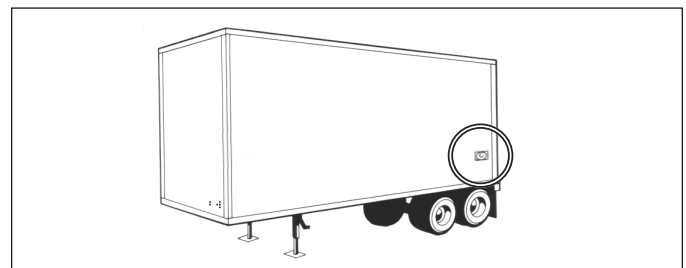
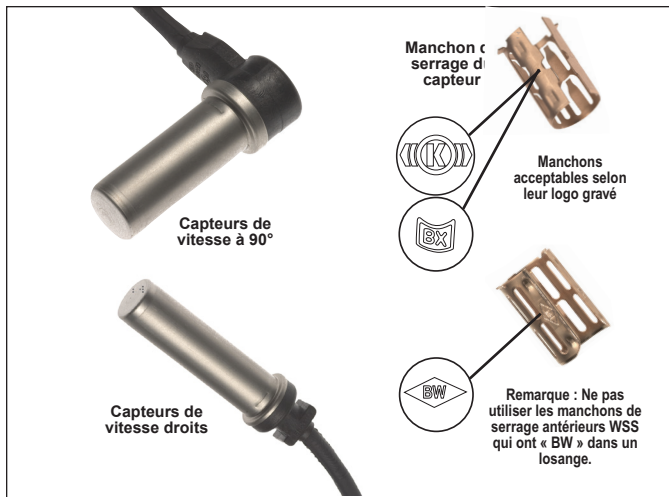

FIGURE 4 – VOYANT ABS MONTÉ SUR REMORQUE
FIGURE 6 – CAPTEURS DE VITESSE DE ROUE BENDIX® WS-24™
- **Voyant ABS de la remorque** : Le voyant ABS de la remorque, commandé par le BCE, témoigne de l'état ABS; il s'allume lorsqu'il y a un code d'anomalie actif. Cf. Figure 4. S'il n'y a aucun code d'anomalie ABS, le voyant s'allume à la mise sous tension du BCE, normalement de 2 à 6 secondes (vérification de l'ampoule).
- **Capteurs de vitesse de roue (CVR)** : Situés aux moyeux sélectionnés, les capteurs de vitesse de roue détectent la rotation de chaque roue et envoient au BCE un signal électrique proportionnel à la vitesse de rotation. Cf. Figure 6.
Cf. Figure 4. Les capteurs de roue Bendix® WS-24™ transmettent les données de la vitesse de rotation des roues au module TABS-6 Advanced MV. Le capteur WS-24 est normalement logé dans un porte-capteur soudé sur le carter d'essieu. Il est protégé par une chemise en acier inoxydable, et il est conçu pour être utilisé avec des manchons de serrage en cuivre au béryllium (ces manchons sont parfois appelés bagues de serrage, manchons à friction ou encore étriers). *Cf. Figure 6.* Le manchon de serrage procure un ajustement serré entre l'alésage du porte-capteur et le capteur WS-24.
2. Loger le manchon de serrage neuf dans le porte-capteur, les pattes pointant vers l'intérieur du véhicule. À noter que les capteurs de vitesse de roue WS-24 doivent avoir le manchon de serrage approprié pour éviter les problèmes causés par une force de rétention réduite (c.-à-d., déplacement excessif du capteur à cause d'un ajustement insuffisamment serré entraînant des codes d'anomalie ABS). *Cf. Figure 6.*